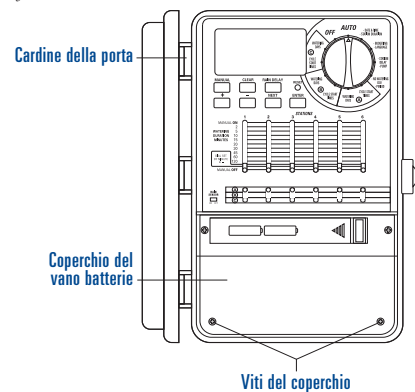

Figura A1: Copertura di protezione dei morsetti
- Rimuovere la copertura di protezione dei morsetti allentando le due viti e spingendo la copertura in plastica in avanti per esporre la piastra secondaria c.a. [Vedere la Figura A1]